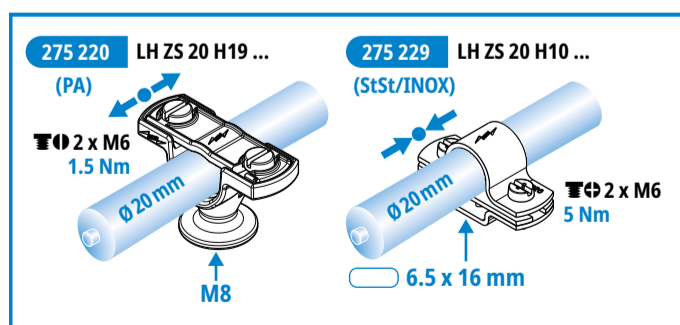

Fig. 3 用于安装时与建筑墙体保持距离
- ➔ with clearance between the conductor and wall (Fig. 3)
Fig. 3 für Montage MIT Abstand zur Gebäudewand
- ➔ 与建筑墙体保持距离(图 3):
- ➔ **distanza** dalla parete dell'edificio (Fig. 3):